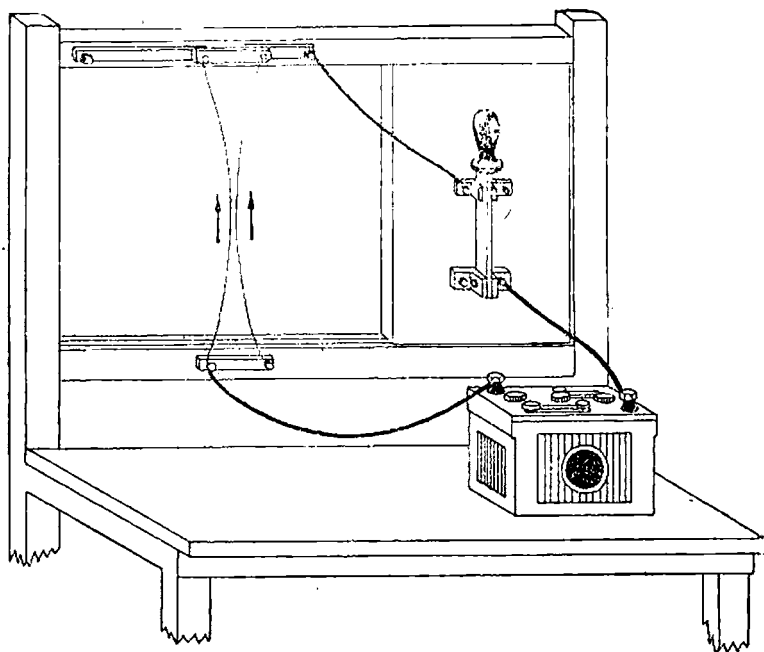

Fig. 106. — Acțiunile reciproce ale curenților de același sens
**60. Forțele între curenți electrici.** Să facem montajul arătat în fig. 106, 107, folosind în acest scop sârmă subțire și flexibilă.
Să închidem întrerupătorul; în cei doi conductori paraleli din fig. 106, trec doi curenți de același sens. Observăm că aceștia se apropie.